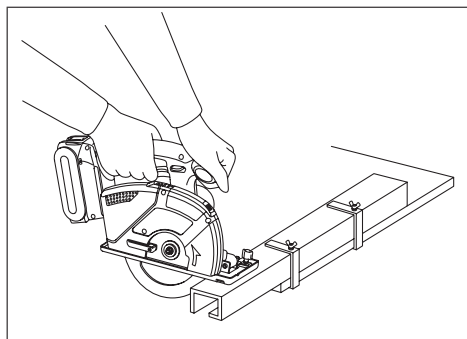
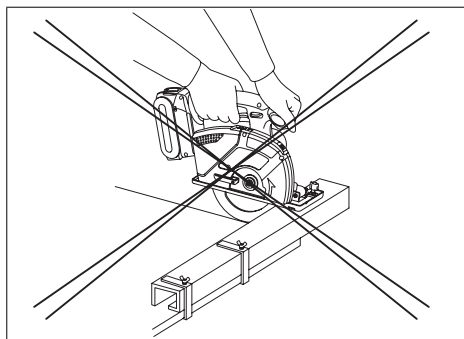

Fig. 17
Fig. 18
1. Collocare la parte più ampia del pattino sulla parte del pezzo da lavorare tenuta in modo stabile (vedere la fig. 17), mai sulla sezione che cadrà al termine del taglio (vedere la fig. 18).